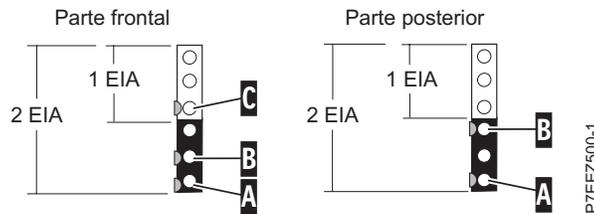

Figura 2. Señalización de orificios en la parte frontal y posterior del bastidor
2. Empezando por el orificio identificado con la marca **A**, cuente un orificio y haga una segunda marca **B**. Marque el bastidor de forma que la marca se pueda ver también desde la parte posterior del bastidor, tal como se muestra en Figura 2.
3. Empezando por el orificio identificado con la marca **B**, cuente dos orificios y haga una tercera marca, la **C**, tal como se muestra en Figura 2.
7. Empezando por el orificio identificado por la marca **A**, desplácese dos agujeros hacia arriba y coloque una segunda marca **B**, tal como se muestra en la Figura 2.